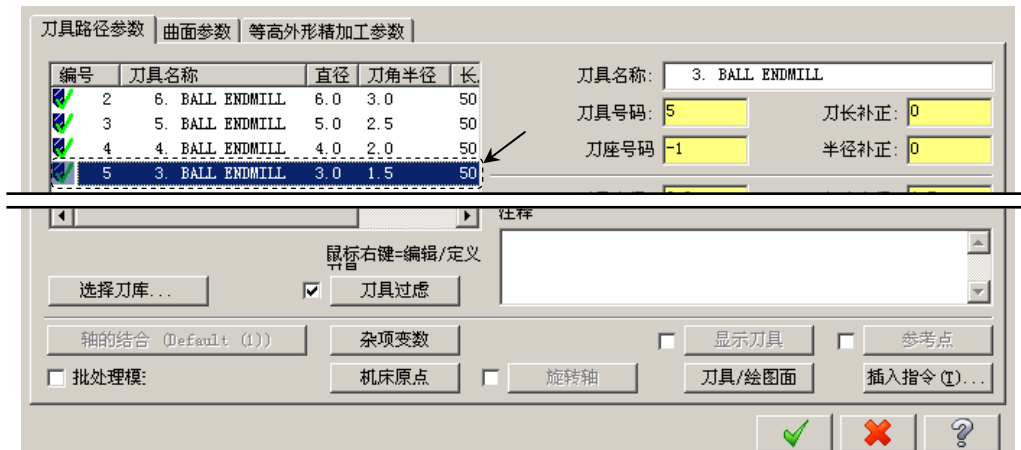

图 15.44 “刀具路径参数”选项卡
Step3. 选择刀具。在“曲面精加工等高外形”对话框中选择图 15.44 所示的刀具。